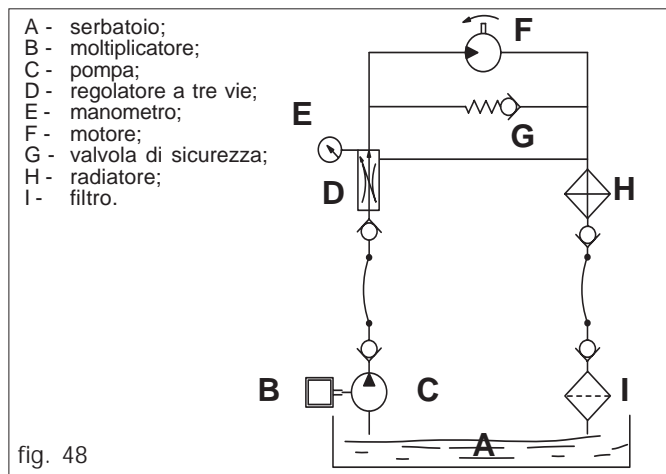

fig. 48
- Alimentazione dell'olio: attenersi ai dati dello schema Fig. 48.